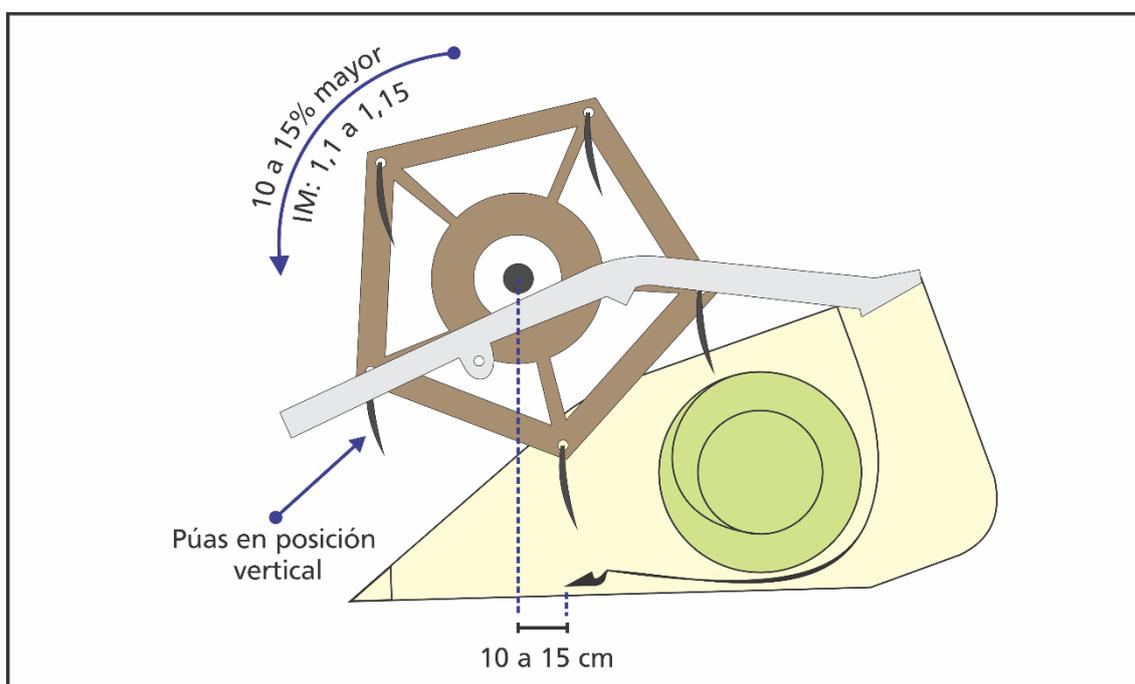

Figura 2. Recomendaciones de regulación del molinete para cosecha de soja.
grandes pérdidas por cabezal. Salvo en casos excepcionales, como sojas volcadas o muy ralas, la velocidad de giro del molinete nunca deberá superar un 15 % a la velocidad de avance de la cosechadora. Si dicha velocidad es representada como índice de molinete (IM), el rango óptimo para trabajar en soja será de 1,1 a 1,15. Es decir, entre un 10 y un 15 % más que el avance de la cosechadora. De manera práctica, se debe controlar que el molinete, al ingresar al cultivo, no golpee ni peine las plantas de soja, sino que deberá ingresar suavemente sus púas y acompañar las plantas para ser sostenidas en el momento del corte y alimentar el sinfín de cabezal. La posición ideal del molinete para soja, consiste en ubicar el centro circular del molinete a unos 10 a 15 cm por delante de la punta de las cuchillas de la barra de corte. Los molinetes con púas unidireccionales (no orbitales), deben ubicar las mismas en posición vertical o ligeramente inclinadas hacia adelante. Con esta posición del molinete y las púas se minimizarán significativamente los efectos agresivos sobre el cultivo (Figura 2).